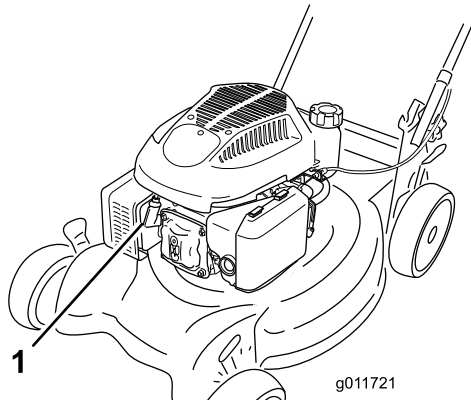

Рисунок 17
2. Отсоедините провод от свечи зажигания (Рисунок 17), прежде чем выполнять любые процедуры технического обслуживания.